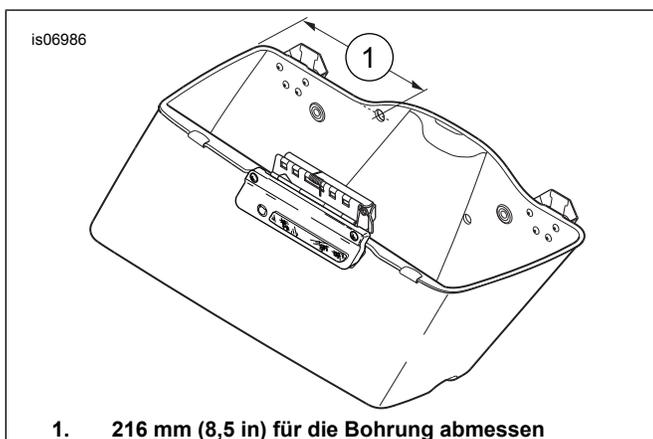

Abbildung 1. Loch durch die innere Satteltaschenwand bohren (rechte Seite abgebildet)
3. Siehe Abbildung 1. Wie dargestellt, ungefähr 216 mm (8.5 in) von der Satteltaschenrückseite in gerader Linie mit der Taschenoberseite messen. An dieser Stelle ein Loch mit 16 mm (0.62 in) Durchmesser bohren.